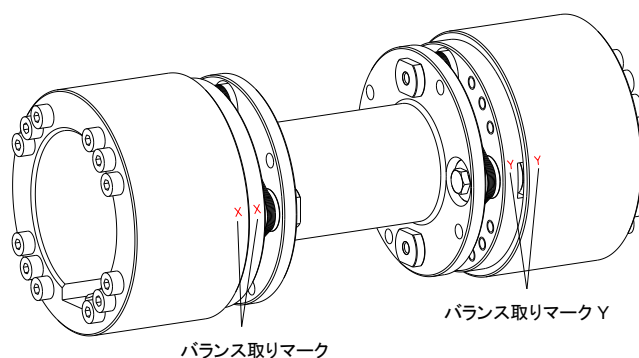

図 11: スペーサーとハブの組立位置合わせ
- 2つのハブの間にスペーサーを挿入し、ハブとスペーサーの外周に付いているバランス取りマーク X(Y) の位置を合わせて下さい。(図 11 をご参照, オプション)。